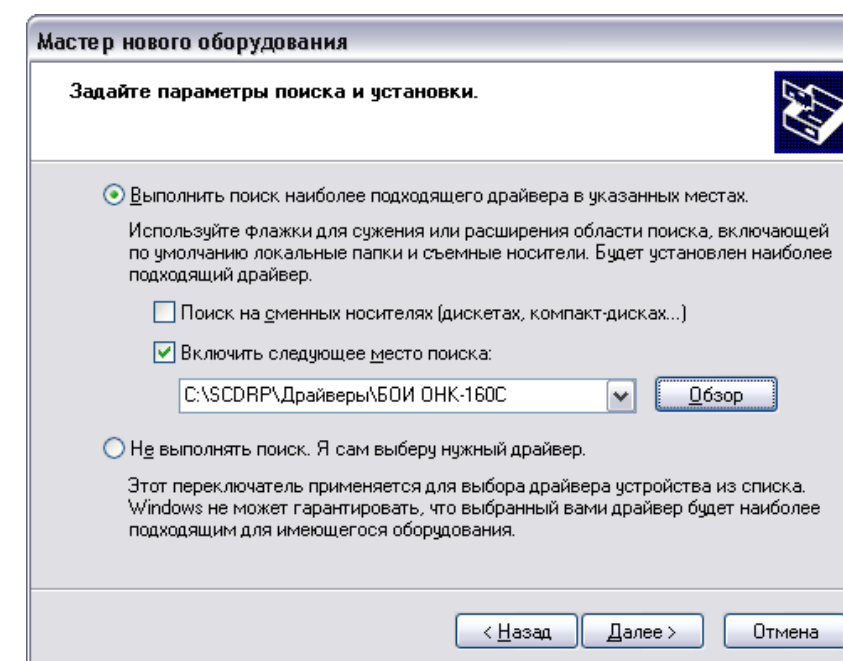

Рисунок 13.
9. В появившемся окне (Рисунок 13) и нажать кнопку «Далее».